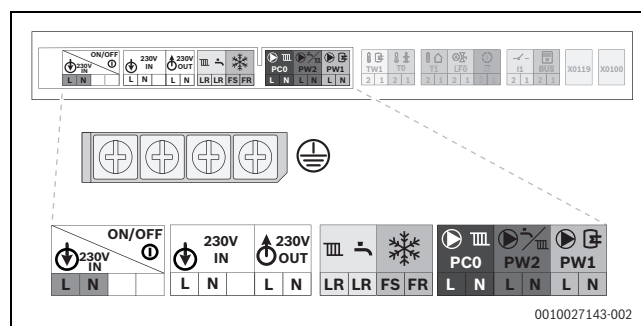
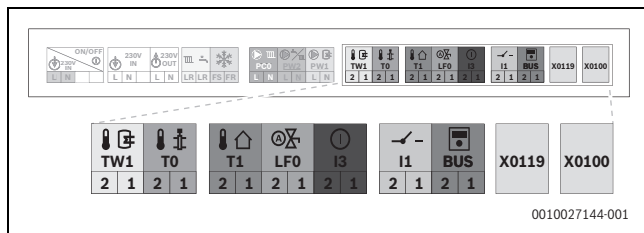

Bild 112 Netzspannungsbereich: Klemmleiste
Bild 113 Niederspannungsbereich: Klemmleiste
- ▶ Kabel an der Klemmleiste für externes Zubehör (→ Bild 112 und Bild 113) anschließen.